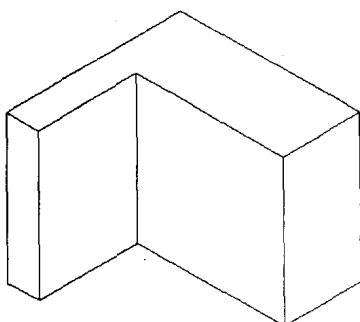

图 1.3 实体模型
(3) 实体模型。三维实体模型具有体的特征，用户可以对它进行挖孔、挖槽、倒角以及布尔运算等操作，还可以分析实体模型的质量特征，如体积、重量等，而且还能将构成实体模型的数据生成代码。实体模型可以用线框模型或表面模型的显示方法来显示。如图 1.3 所示。